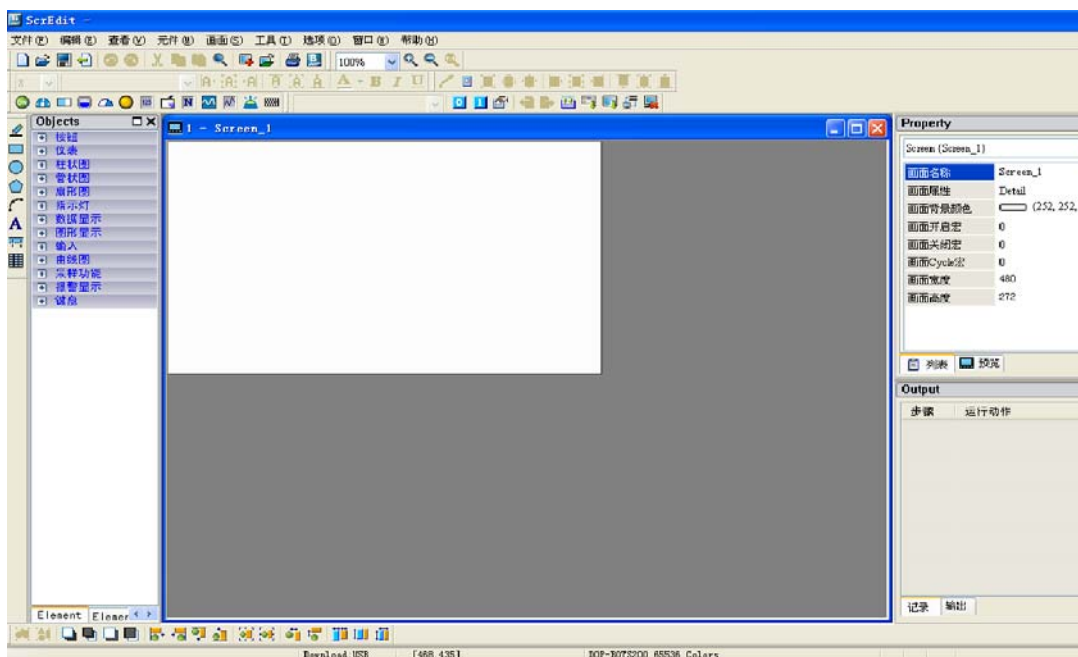

图 3-2-5 Screen Editor 编辑画面
3. 各选项皆确认选择无误后，按下确定按钮，直接执行下一步，Screen Editor 应用程序会建立一新编辑画面如(图 3-2-5)。
在 Screen Editor 编辑视窗中被分为功能菜单、工具栏、元件工具箱与元件库、元件属性表、输出栏、画面编辑区及状态栏七个区域，七个区域预设版面配置如图 3-2-5，而各区域说明如下所述。